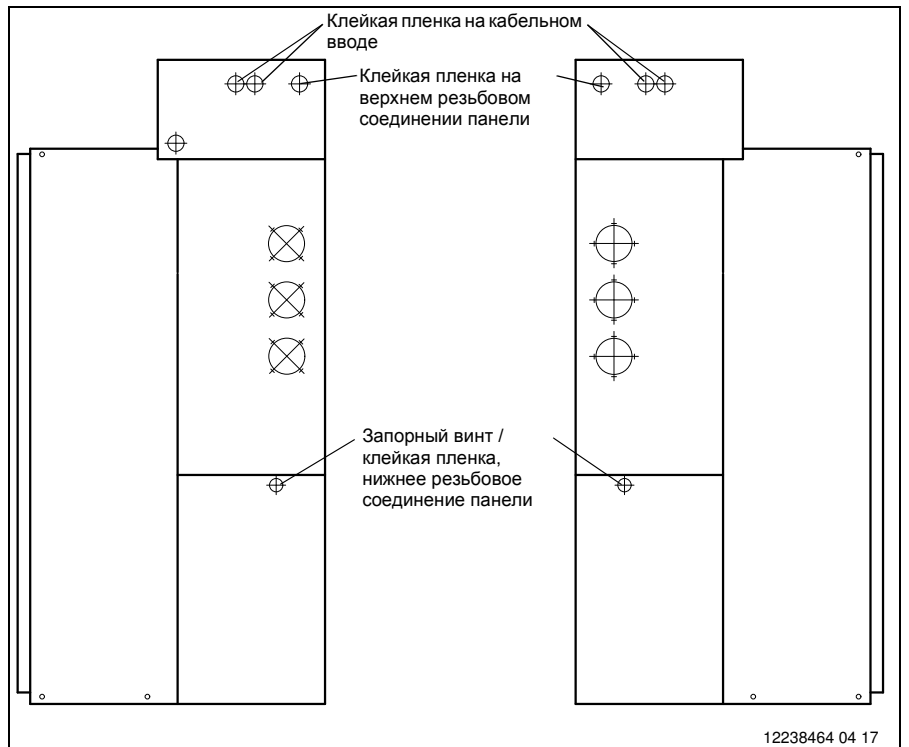

Рис. 25
- 7.** Снимите все клейкие пленки с отверстий кабельных вводов (Рис. 25).
- Снимите клейкие пленки с верхних и нижних резьбовых соединений панелей (Рис. 25).